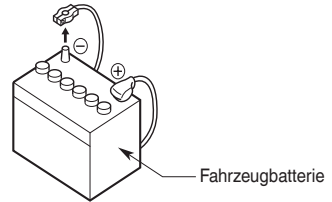

Abbildung 1
3. Trennen Sie den Minuspol der Batterie ab, bevor Sie mit dem Einbau beginnen. Dadurch werden Kurzschlüsse während des Einbaus vermieden. (Abbildung 1)